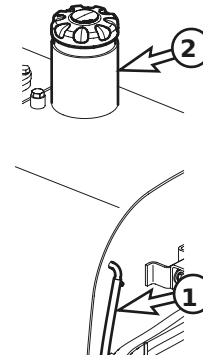

Figura 17
Al final de cada jornada, llene el tanque de combustible. Añada combustible a través de tubo de llenado de combustible (2, Figura 17). Al trabajar a una temperatura de 0 °C (32 °F) o superior, use ASTM No. 2-D o su equivalente. En temperaturas por debajo de 0 °C (32 °F) use ASTM No. 1-D o su equivalente.
3. Verifique la cantidad de combustible en el tanque observando la punta del tanque de combustible (1, Figura 17).